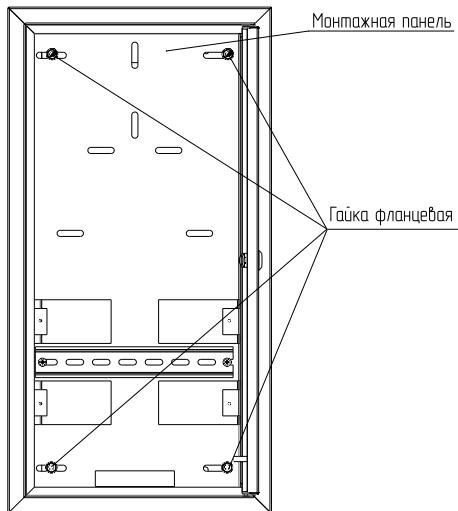

Рисунок 7 – ЯУР-3/12 LIGHT
4.5.4 Открутить четыре гайки M6 с фланцем и снять их со шпилек (рисунок 7). Гайки с фланцем сохранить.